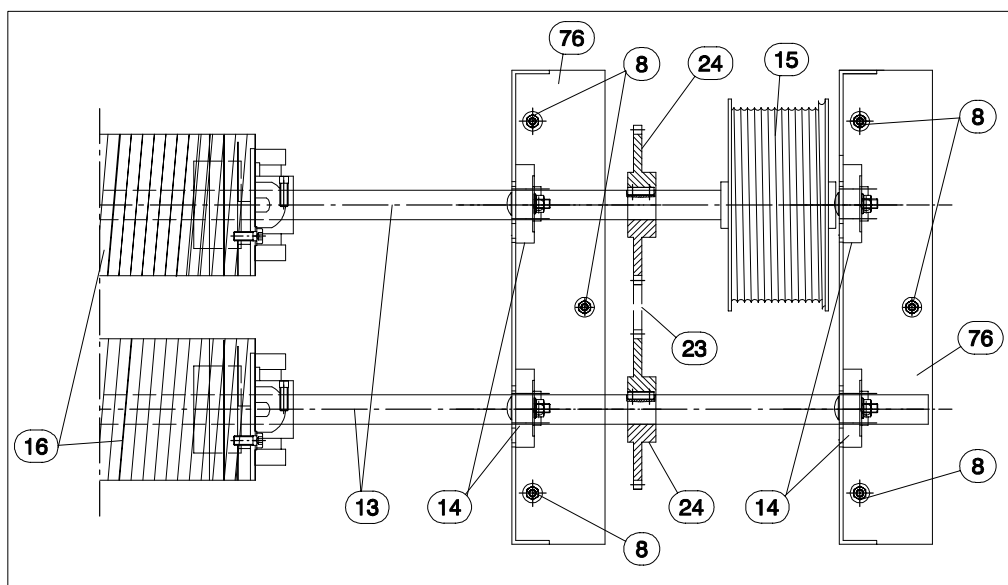

Abb. 10
Danach die werkseitig abgelängte Kette (23) auf beide Kettenräder (24) legen und über das Kettenschloss verbinden (s. Abb.10).
- Danach die werkseitig abgelängte Kette (23) auf beide Kettenräder (24) legen und über das Kettenschloss verbinden (s. Abb.10).
- Umlenkrolle (25) seitlich an Wand bringen, anzeichnen und durch das vorgegebene Lochbild bei Beton mittels Schwerlastanker FH12/10 B (8) mit Wand verdübeln (s. Abb11). Bei Mauerwerk Durchschraubbolzen M12 verwenden.